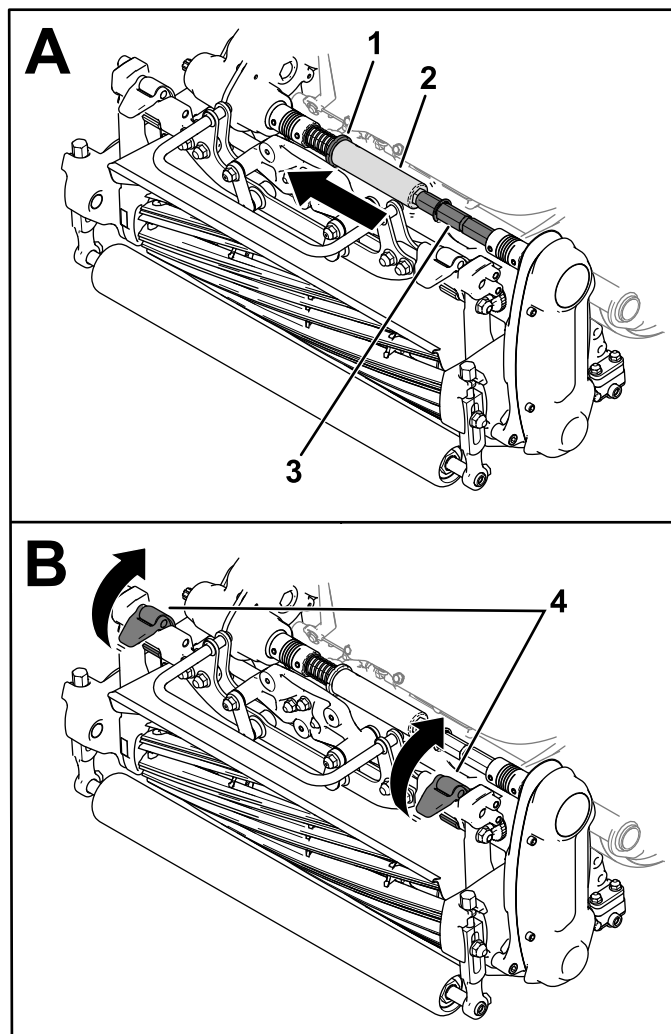

Bild 38
3. Schieben Sie den Bund (**Bild 38**) in die Nut der Getriebewelle.
4. Schieben Sie das Sechskantrohr von der Kupplungswelle des Mähwerks herunter (**Bild 38**).
5. Klappen Sie die Aufhängeriegel nach oben, um das Mähwerk von der Maschine zu lösen (**Bild 38**).